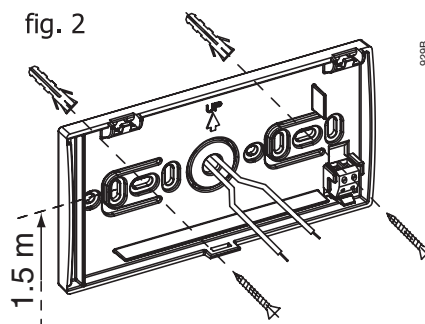

fig. 3
- Estrarre la morsettiera dalla sua sede (fig. 3) e collegarvi i due conduttori. Utilizzare un cavo bipolare (2 x 1 mmq max). Non è necessario rispettare la polarità dei due conduttori.